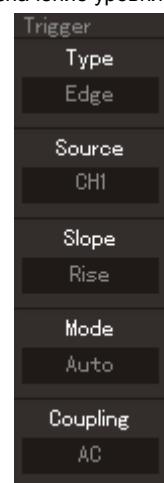

Рисунок 1-12. Меню настройки запуска
- 2) Нажмите кнопку [TRIGGER MENU] в зоне управления запуском, чтобы вызвать меню настройки запуска для изменения настроек (Рисунок 1-12).